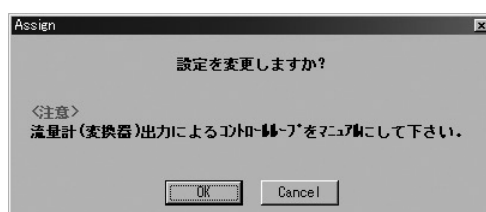

図23
- ④ 全て設定が完了したら「OK」ボタンをクリックします。クリックすると、図23のようなメッセージボックスが現れます。